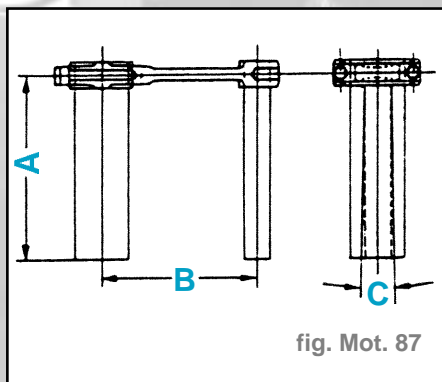

fig. Mot. 87
- Vérifier l'absence de vrillage de défaut d'équerrage (fig. Mot. 87).